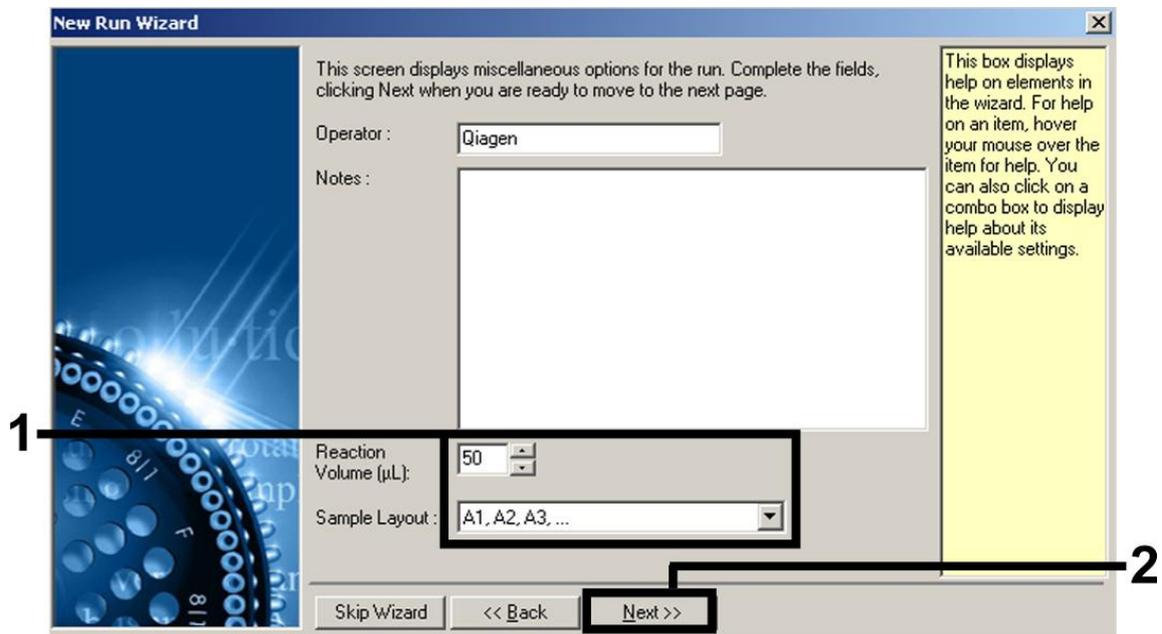

Figura 5. Definição dos parâmetros de ensaio gerais.
7. Selecionar 50 como volume de reação da PCR e clicar em "Next" (figura 5).